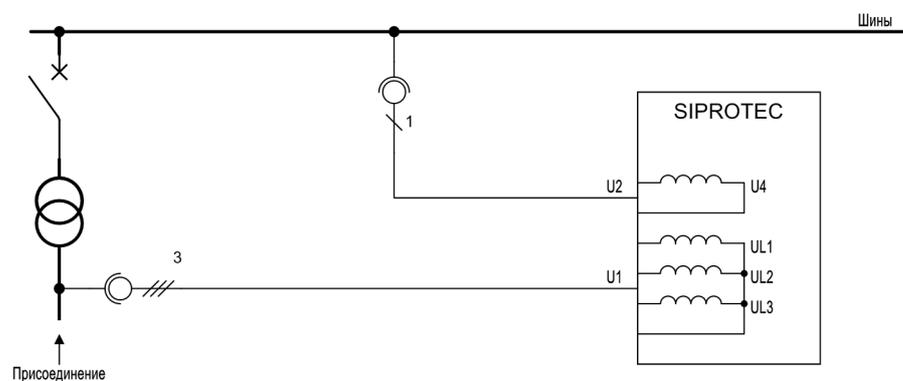
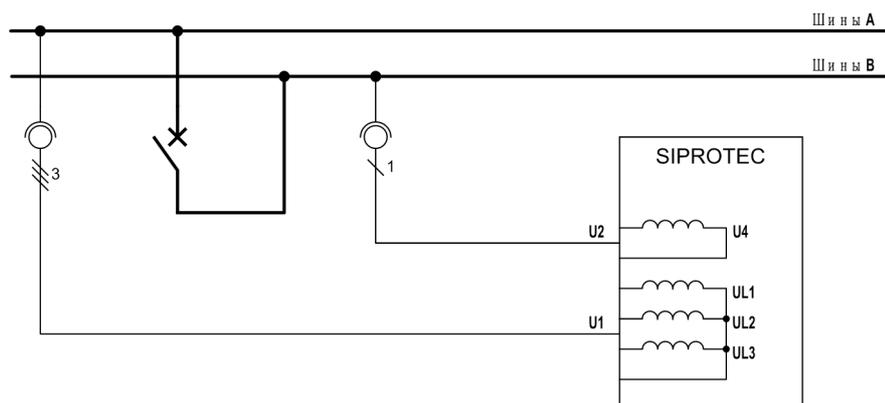

Рисунок 2-116 Питание
Рисунок 2-117 ЩСВ
- Типовое применение - это, например, контроль синхронизма присоединения и шин (см. рисунок 2-116) или контроль синхронизма двух систем шин, соединяемых шиносоединительным выключателем (см. рисунок 2-117).
Если между двумя трансформаторами напряжения включен силовой трансформатор (рисунок 2-116), его векторная группа может быть учтена в реле 7SJ62/64, так что внешний преобразователь не требуется.